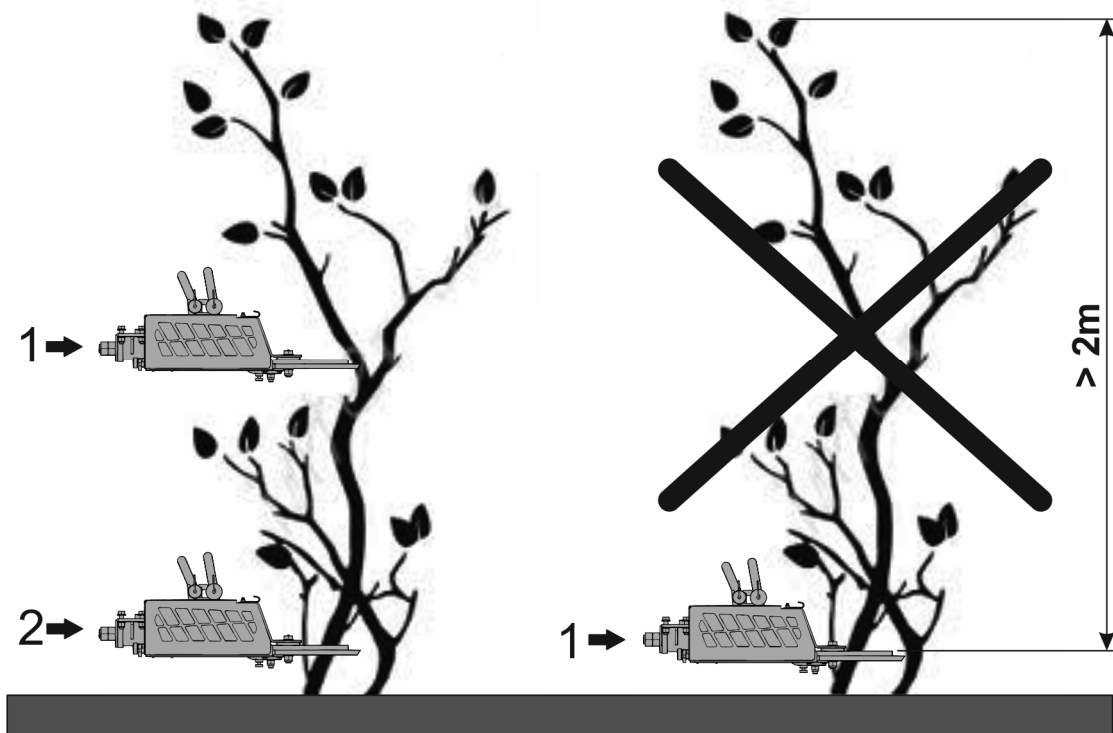

BILD 4.5 Vorgehensweise und Reihenfolge des Zuschneidens von Ästen
- Schneiden Sie keine Äste, die länger als 2 m sind. Lange Baumzweige sollten schrittweise in kurze Abschnitte geschnitten werden, beginnend an den Spitzen der Zweige (BILD 4.5).